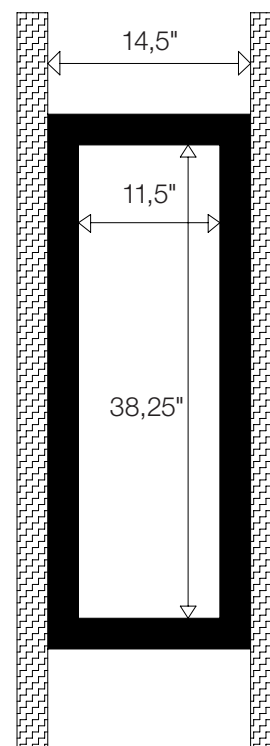

Figura 14
2. Utilizzare dei travetti in legno (50,8mm x 152,4mm) per realizzare un telaio con dimensioni interne di 38,25" x 11,5" (971,6mm x 292,1mm) (Figura 14). Fissarlo a traverse esistenti con chiodi o viti per legno.